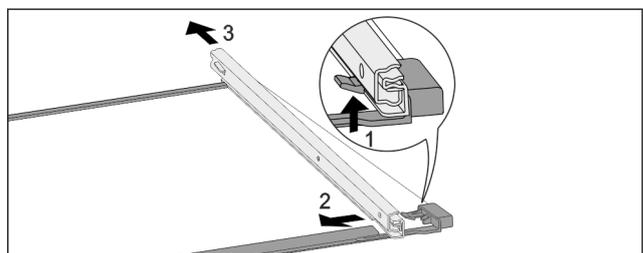

Fig. 65 Glasplatte mit Schienen
- ▶ Vorderen Rasthaken nach oben drücken. Fig. 65 (1)
- ▶ Auszugsschiene zur Seite Fig. 65 (2) und nach hinten Fig. 65 (3) wegschieben.